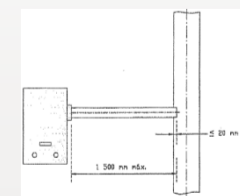

Figura 4
- A conduta de ligação deve ser horizontal ou ascendente em todo o seu percurso, com um comprimento máximo, em projeção horizontal de 1,5m (Figura 4). Este comprimento poderá ir até 3m desde que a conduta de evacuação esteja preparada para a recolha de condensados. O comprimento da projeção horizontal da conduta de ligação não deverá nunca ser superior à altura da conduta de evacuação, medida a partir do ponto de interseção.